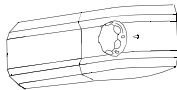

Fig. 20
1) Gire la rueda a la posición "0". (fig. 20)